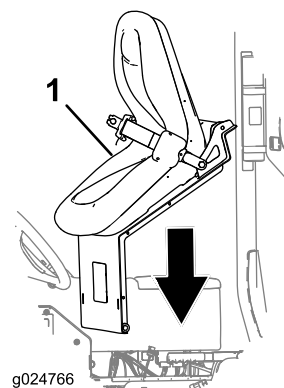

図 62
2. 座席と座席パンを機体フレームについている穴座席が元々取り付けられていたところに合わせる図 62。